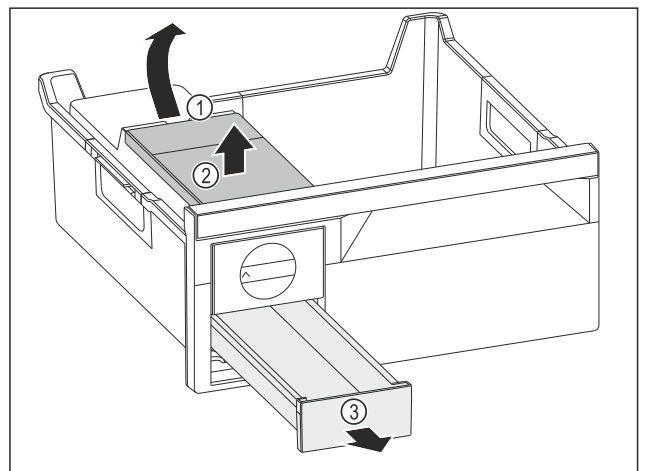

Fig. 104
- ▶ 取出水箱：从凹槽 Fig. 104 (1) 抬起水箱。
- ▶ 朝上取出水箱 Fig. 104 (2)。
- ▶ 朝前取出冰块抽屉 Fig. 104 (3)。